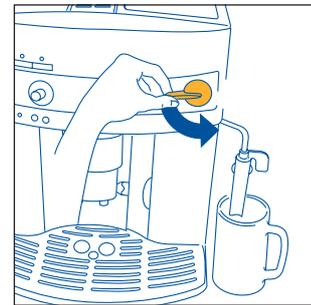
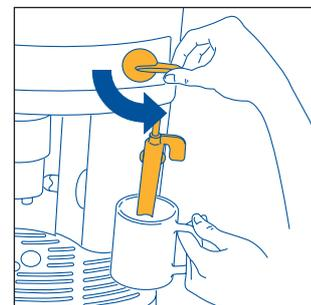
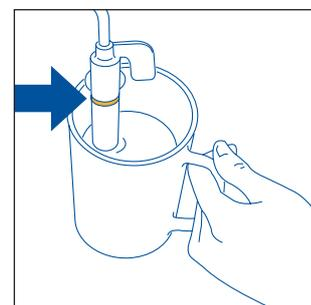

Abb.5
Abb.23
Abb.24
3. **SOFORT DANACH, INNERHALB VON 30 SEKUNDEN**, den Dampfdruckknopf nach links bis zum Anschlag drehen (Abb. 5) (es ist vollkommen normal, wenn hierbei die Maschine laut wird).
- Den Dampfdruckknopf um eine halbe Umdrehung nach links bis zum Anschlag drehen (Abb. 5): Das heiße Wasser tritt aus dem Milchaufschäumer heraus und läuft in den darunter stehenden Behälter.
- **Sofort danach, und zwar innerhalb von maximal zwei Minuten** (andernfalls kehrt die Maschine wieder automatisch zur Funktion „Kaffee“ zurück), den Milchaufschäumer in das Gefäß mit der Milch eintauchen (Abb. 23), wobei darauf zu achten ist, dass die auf dem Milchaufschäumer eingepreßte Linie nicht eingetaucht wird (angezeigt durch den Pfeil in Abb. 24). Dann den Dampfdrehknopf um eine halbe Umdrehung nach links bis zum Anschlag drehen (Abb. 5). (Passen Sie auf, dass Sie sich nicht verbrühen). Aus dem Milchaufschäumer entweicht der Dampf, der die Milch aufschäumt und ihr eine cremige Konsistenz verleiht. Um einen cremigeren Milchschaum zu erhalten, den Milchaufschäumer in die Milch eintauchen, und das Gefäß langsam von unten nach oben bewegen. (Es wird empfohlen, nicht länger als 2 Minuten Dampf zu beziehen).
- Einige Sekunden lang etwas Wasser oder Dampf austreten lassen, indem Sie den Dampfdruckknopf bis zum Anschlag nach links drehen (Abb. 5). Dadurch lässt das Dampfrohr eventuelle Milchrückstände, die sich im Innern abgesetzt haben, ab. **WICHTIG:** Aus hygienischen Gründen wird empfohlen, diesen Vorgang stets durchzuführen, um zu vermeiden, dass sich Milch im Innern des Milchaufschäumers absetzt.